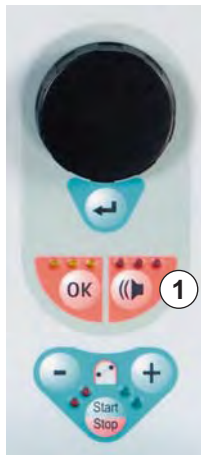

Fig. 10-2 Tasto *Allarme* con LED rossi
Un allarme attivo è indicato anche dai LED rossi che si accendono sopra il tasto *Allarme* (Fig. 10-2, ①).